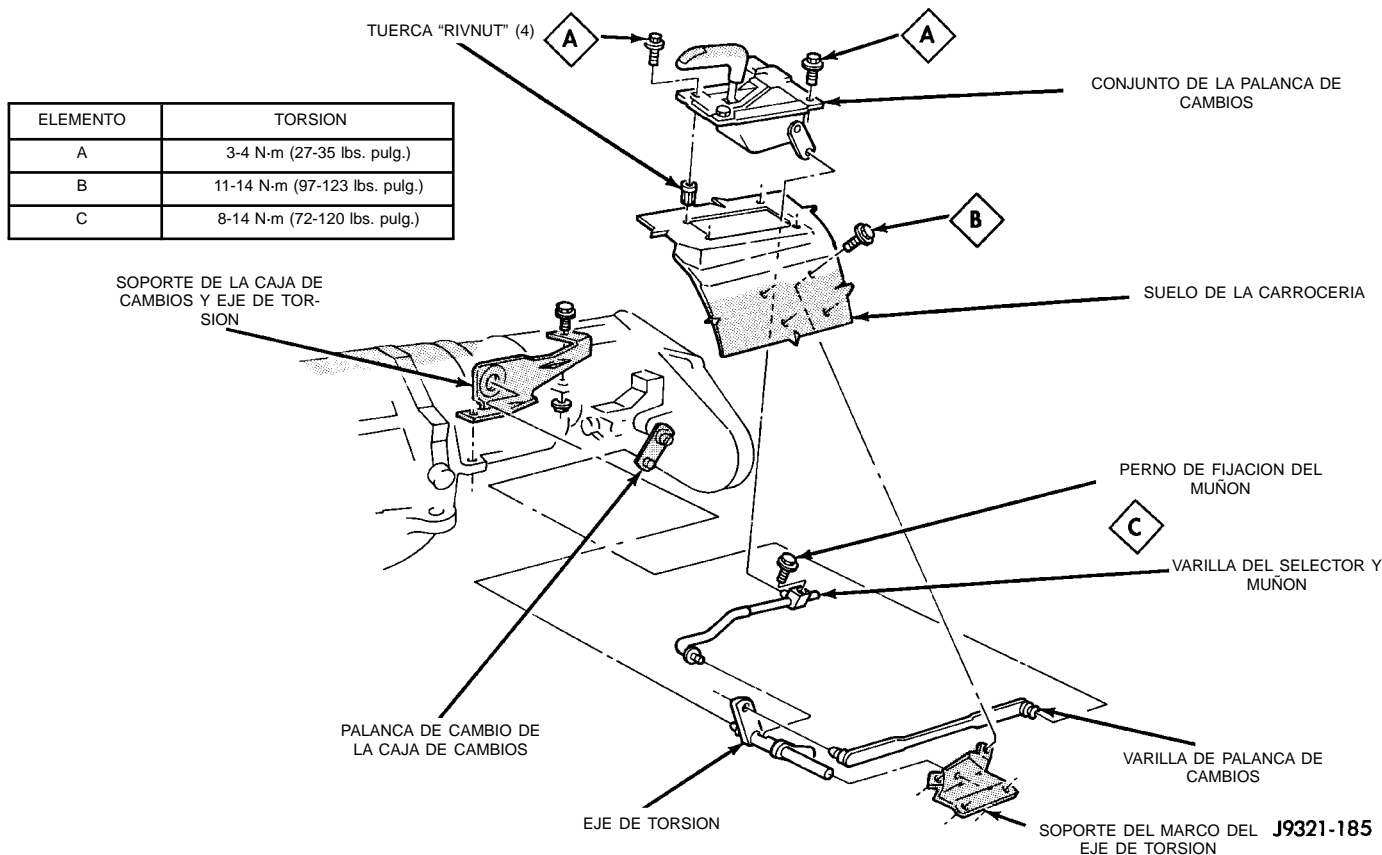

Fig. 4 Articulación de la palanca de cambios
(1) Conmute la caja de cambios a 4L.
(2) Eleve el vehículo.
(3) Afloje la contratuerca del muñón de ajuste y retire la varilla de cambio de marcha del muñón (Fig. 4). Si la varilla no tiene suficiente recorrido para salir del muñón, extraiga el muñón del eje de torsión.
(4) Baje el vehículo.
(5) Retire la consola. Para informarse de los procedimientos, consulte el Grupo 23, Carrocería.
(6) Retire los tornillos que fijan el conjunto de palanca al suelo de la carrocería y retire el conjunto